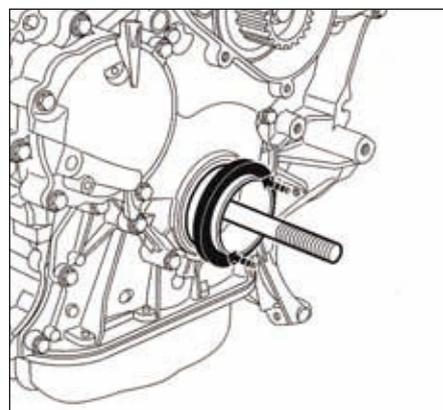

FIG.104
- Placer l'ensemble protecteur de montage - joint d'étanchéité de vilebrequin sur le vilebrequin (Fig.104).